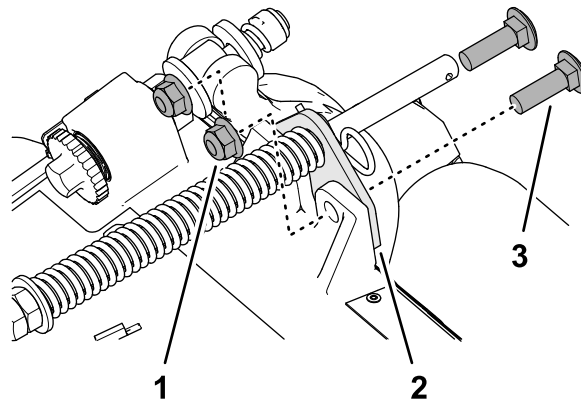

Bild 13
- Entfernen Sie die beiden Sicherungsbundmutter ($\frac{3}{8}$ " und die beiden Schlossschrauben ($\frac{3}{8}$ " x $1\frac{1}{4}$ "), mit denen die Halterung der Rasenkompensierung am Rahmen des Mähwerks befestigt ist (**Bild 13**).